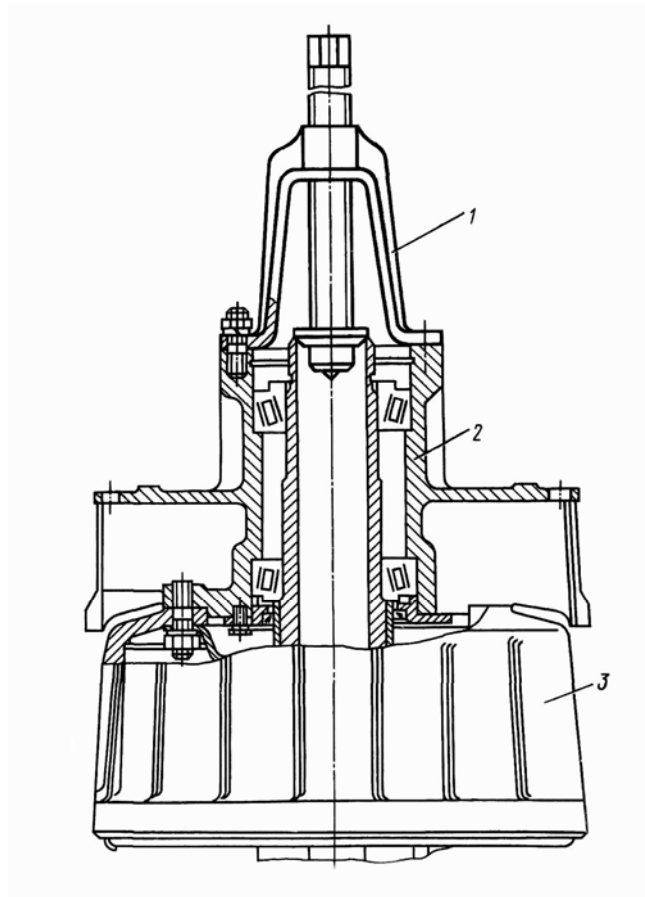

Рис.9. Снятие ступицы в сборе с тормозным барабаном:
7. Спрессовать с помощью съемника 1 (рис.9) ступицу в сборе с тормозным барабаном 3.